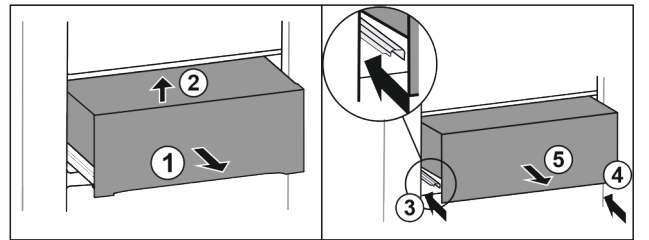

Fig. 47
- ▶ Витягніть ящик на половину. Fig. 47 (1)
- ▶ Підняти висувний ящик спереду. Fig. 47 (2)
- ▶ Вставити ліву рейку. Fig. 47 (3)
- ▶ Вставити праву рейку. Fig. 47 (4)
- ▶ Вийняти висувний ящик рухом вперед. Fig. 47 (5)